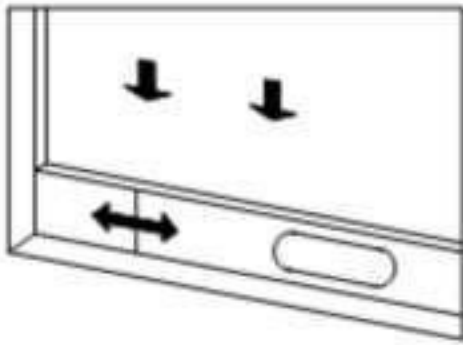
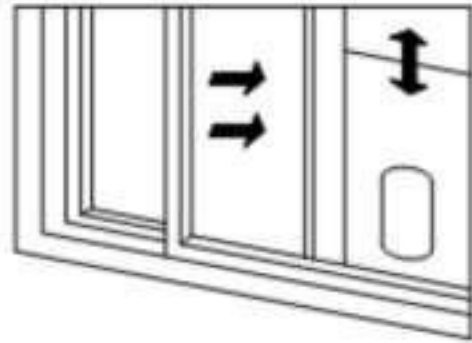

Bild 2
Bild 3
- 3.1. Öffnen Sie das Fenster zur Hälfte und installieren Sie die Fenster Dichtungsplatte am Fenster (wie in Abbildung 2 und Abbildung 3 dargestellt). Komponenten können in horizontaler und vertikaler Richtung platziert werden.